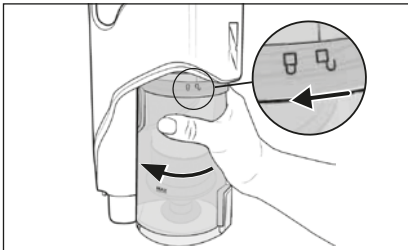

Fig. 17
- 2) For at fjerne støvbeholderen **6** fra produktet skal du dreje den i retning af symbolet  (åbn), indtil den kan løsnes fra produktet (se fig. 17).